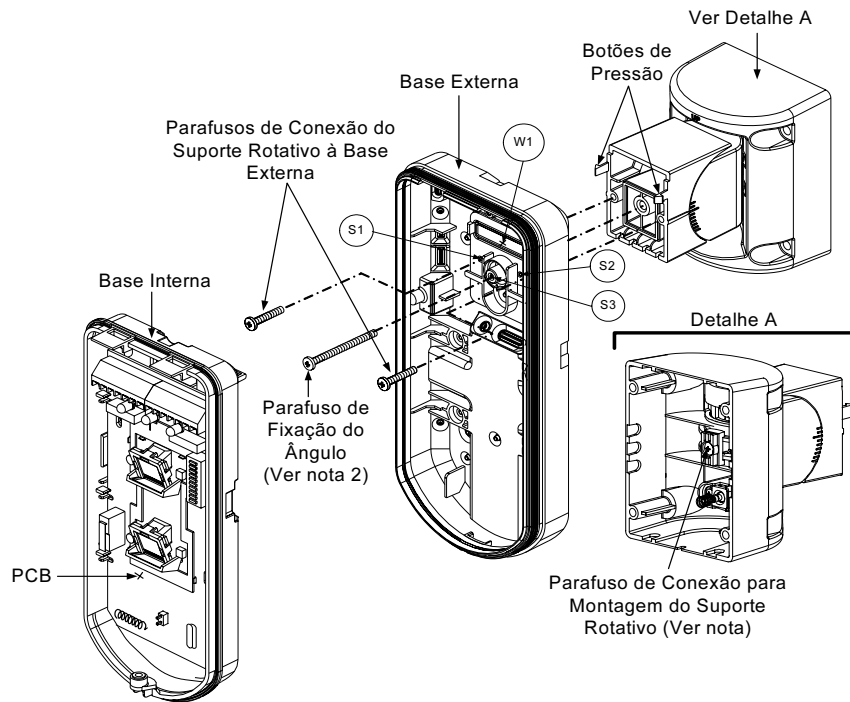

Figura 7
4. Fixe a base externa ao suporte rotativo com 2 parafusos presos através dos furos pré-marcados S1 e S2 (Figura 7).
5. Insira o parafuso de fixação do ângulo da base externa (Incluso) através do furo pré-marcado do parafuso de fixação do ângulo S3 na base interna ao suporte rotativo padrão (Figura 7).
Quando as marcas nas duas partes móveis estão alinhadas (Figura 7), o Suporte Rotativo Padrão está na posição vertical / horizontal de 0°. Cada clique a partir desta posição representa um desvio de 5° na posição vertical / horizontal.